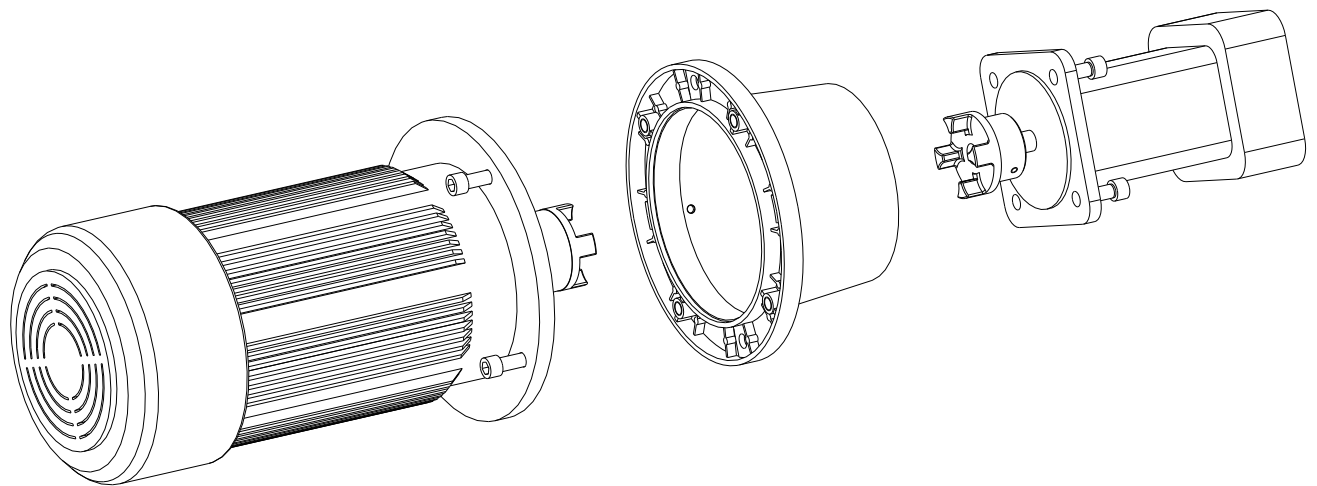

Рис. 3: Монтаж электродвигателя соотв. насоса с колоколом
- Колокол устанавливается на центрирующий буртик двигателя / насоса (см. рис. 3) и привинчивается. Для крепления колокола к двигателю использовать **ТОЛЬКО** предусмотренные для этого резьбовые отверстия.